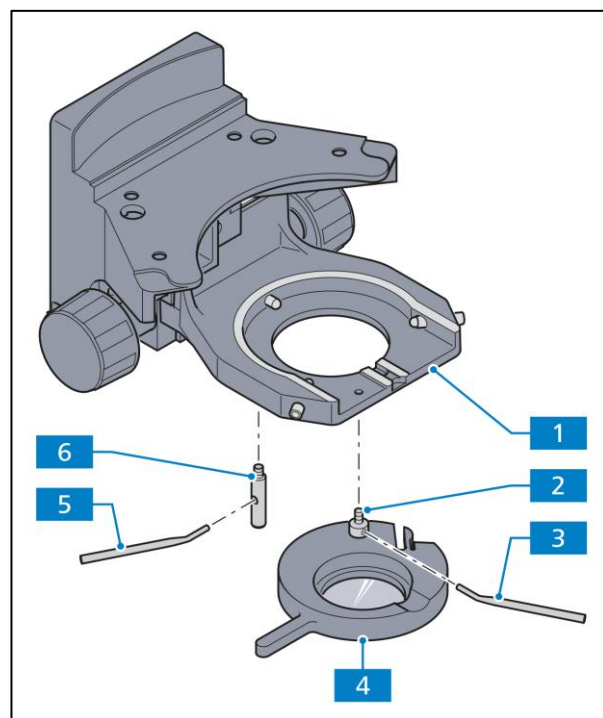

Abb. 3-28 Polarisator D montieren
- Polarisator oder Filterhalter (Abb. 3-28/4) parallel zur Unterseite des Kondensorträgers (Abb. 3-28/1) halten und Haltebolzen (Abb. 3-28/2) des Polarisators (Abb. 3-28/4) mit abgewinkeltem Justierhebel (Abb. 3-28/3) in vordere Gewindebohrung links unterhalb des Kondensorträgers bis zum Anschlag einschrauben.
- Rastbolzen (Abb. 3-28/6) mit Justierhebel (Abb. 3-28/5) bis zum Anschlag in hintere Gewindebohrung des Kondensorträgers einschrauben.